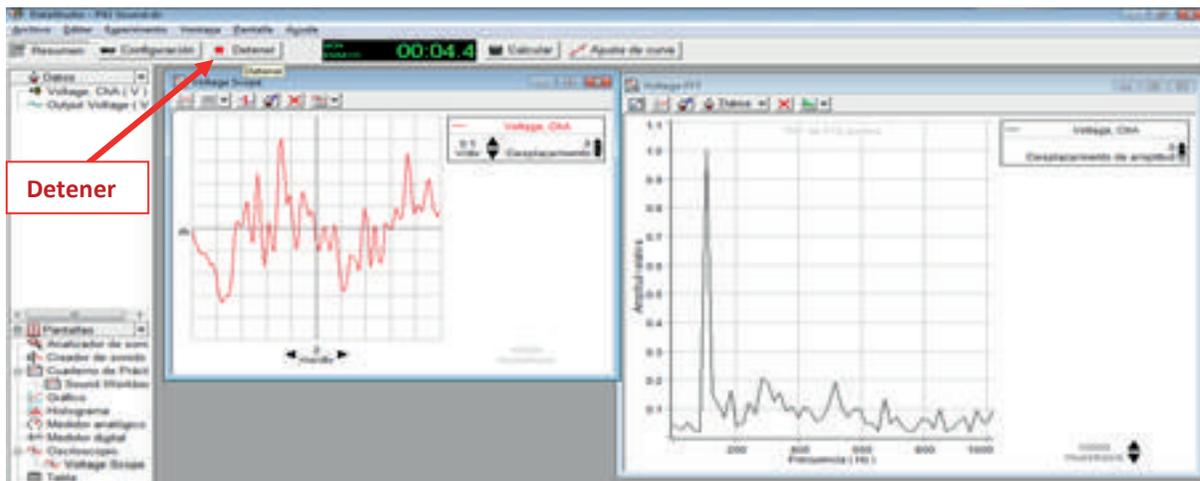

Figura 10.9. Ubicación del botón "Detener"
- i) Se obtendrá una gráfica en la pantalla (figura 10.9).